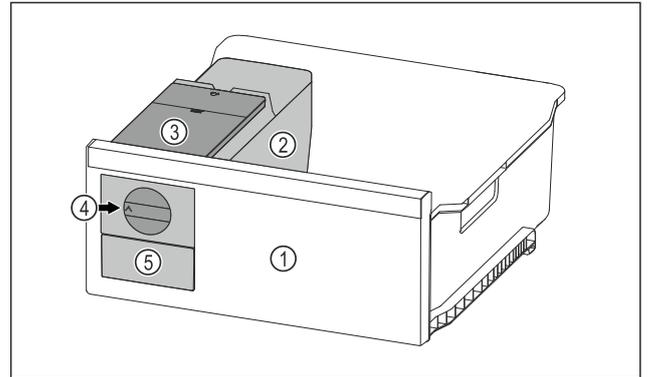

Fig. 179 Beispielhafte Darstellung
- ▶ Drehknopf Fig. 179 (4) im Uhrzeigersinn bis zum Anschlag drehen.
- ▶ Eiswürfel fallen aus der Eiswürfelschale in das Eiswürfelschubfach Fig. 179 (5).